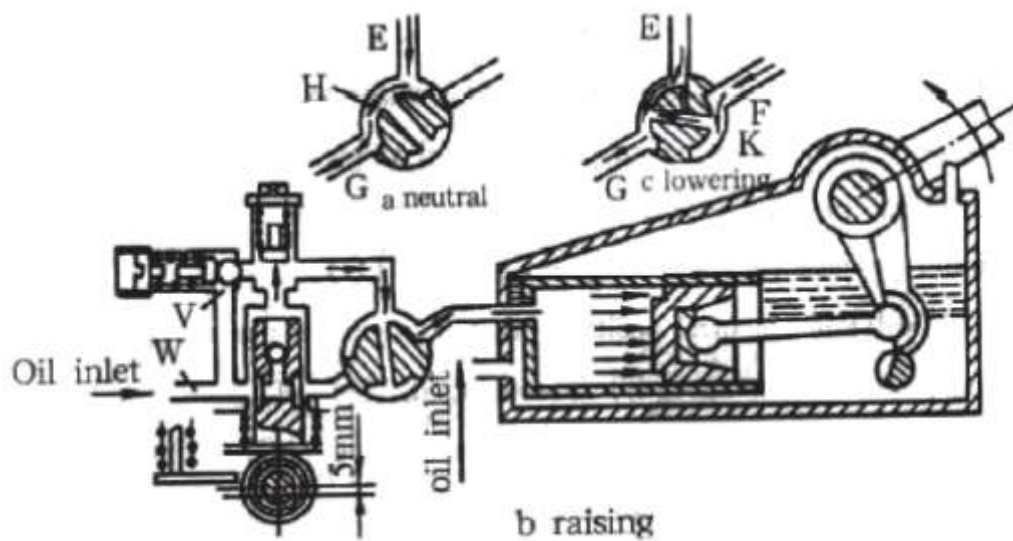

Рис. 3.29. Принцип работы гидравлической системы.
Контрольный клапан имеет 3 положения: опускания, поднимания и нейтральное (рис.3.29.) для управления потоком масла (E), потоком цилиндра (F) и обратным потоком (G).